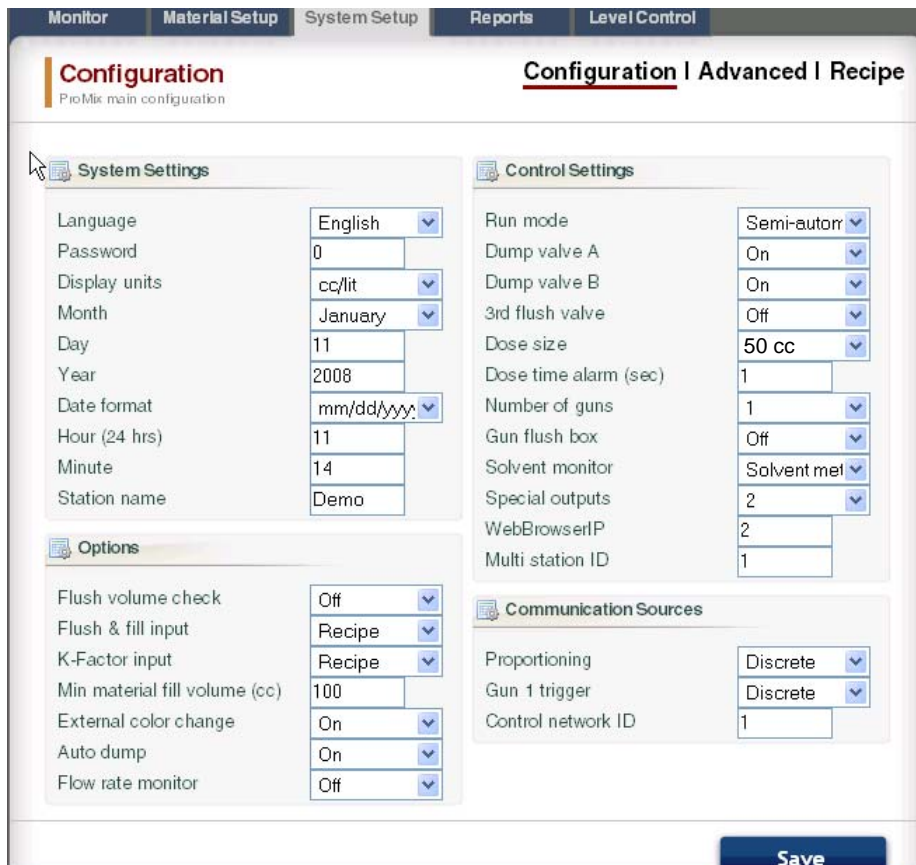

FIG. 56: Pestaña de Ajustes de Sistema, Pantalla de Configuración.
Cada EasyKey debe tener una sola dirección IP y un solo nombre. Vea la Pantalla de Configuración en FIG. 56 para ajustar el nombre de la Estación (1-99).
- La pantalla de **Configuración** corresponde a las pantallas de Configuración del Sistema del EasyKey. Vea FIG. 56. Para una información completa sobre estos ajustes y sus efectos, consulte la sección Ajustes en el manual de operativa del sistema.